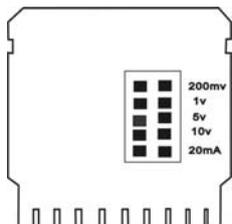

图 1
1、量程设定根据输入信号的不同把量程短路插头插入对应的位置。（如图 1）